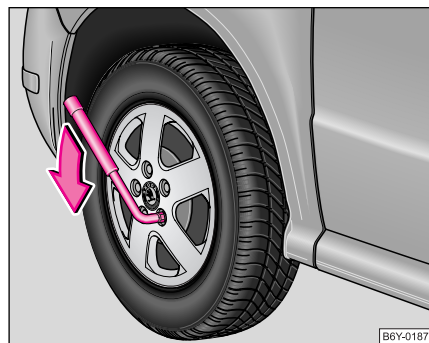

Fig. 160 Cambio de rueda: Aflojar los tornillos de rueda
- Agarre la llave por el extremo y gire el tornillo aproximadamente **una** vuelta hacia la izquierda ⇒ fig. 160.